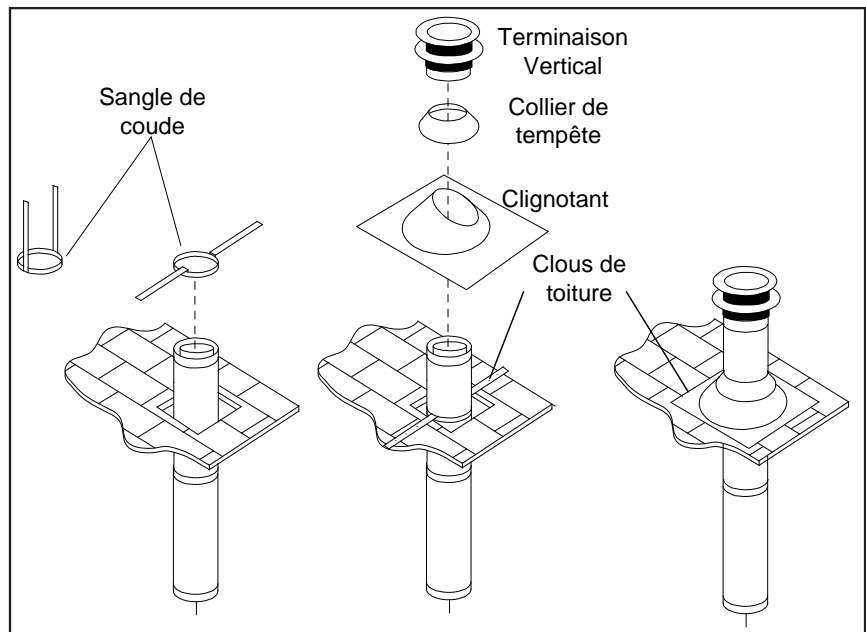

Figure 46. Terminaison d'Évent Vertical
- Étape 6.** Une fois que les sections de conduit ont été joints et passent par le trou dans le toit, faites passer une sangle de coude par-dessus les sections exposées, pliez les sangles du support vers l'extérieur, et poussez la sangle au niveau du toit, comme démontré dans la figure 46. Serrez autour de la section de conduit. Utilisez un niveau à bulle pour s'assurer que le conduit est parfaitement vertical. Avec des clous de toiture, fixer les sangles de support au toit. Scellez les trous des clous avec du mastic non-durcissant. Taillez le surplus des sangles de support qui dépassent le solin. .